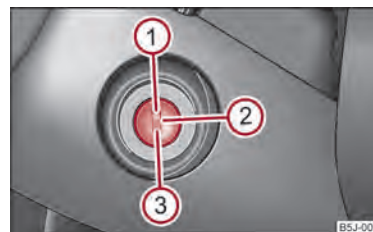

Fig. 78 Posizioni del bloccetto di accensione
- Spegner il motore ruotando la chiave d'accensione in posizione ① ⇒ fig. 78. ▶